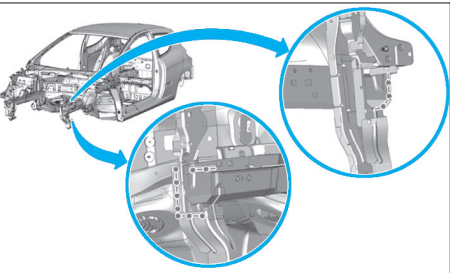

FIG. 2
• Préparer les zones d'accostage des pièces à assembler (Fig.2).